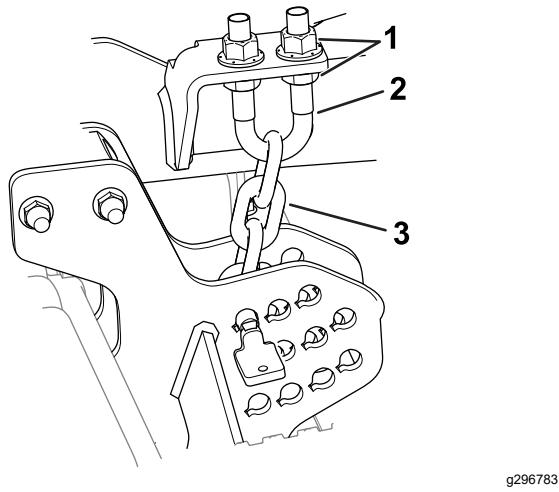

Figure 7
7. Desserrez les écrous de blocage inférieurs sur l'étrier fileté de la chaîne de hauteur de coupe (Figure 7).
8. Ajustez les écrous (Figure 7) pour lever ou abaisser l'arrière de l'unité de coupe afin de régler les pointes arrière des lames de 6 à 10 mm (1/4 à 3/8 po) plus haut que les pointes avant.